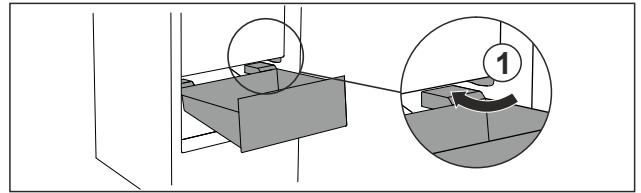

Fig. 67
- ▶ Guider le tiroir en biais en contournant les butées Fig. 67 (1).